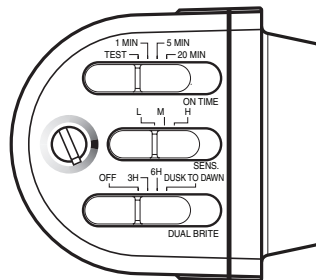

Figura 7
- Deslice el interruptor de sensibilidad (SENS) a la posición “LO”, el interruptor ON-TIME a la posición TEST, y el interruptor DUALBRITE a la posición OFF (vea la Figura 7).